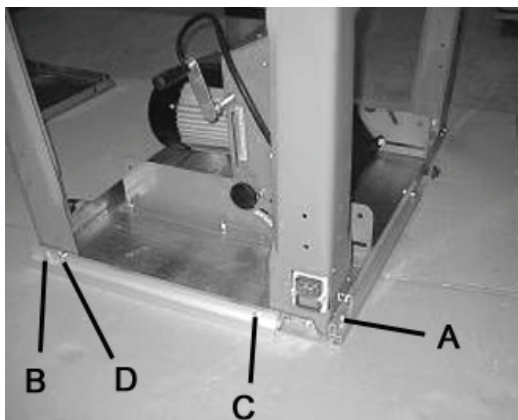

Fig. 10
- Acum strângeți bine șuruburile de pe pozițiile A și B. Strângeți șuruburile de pe pozițiile C și D astfel ca capetele lor să atingă nivelul piulițelor (v. fig. 10).